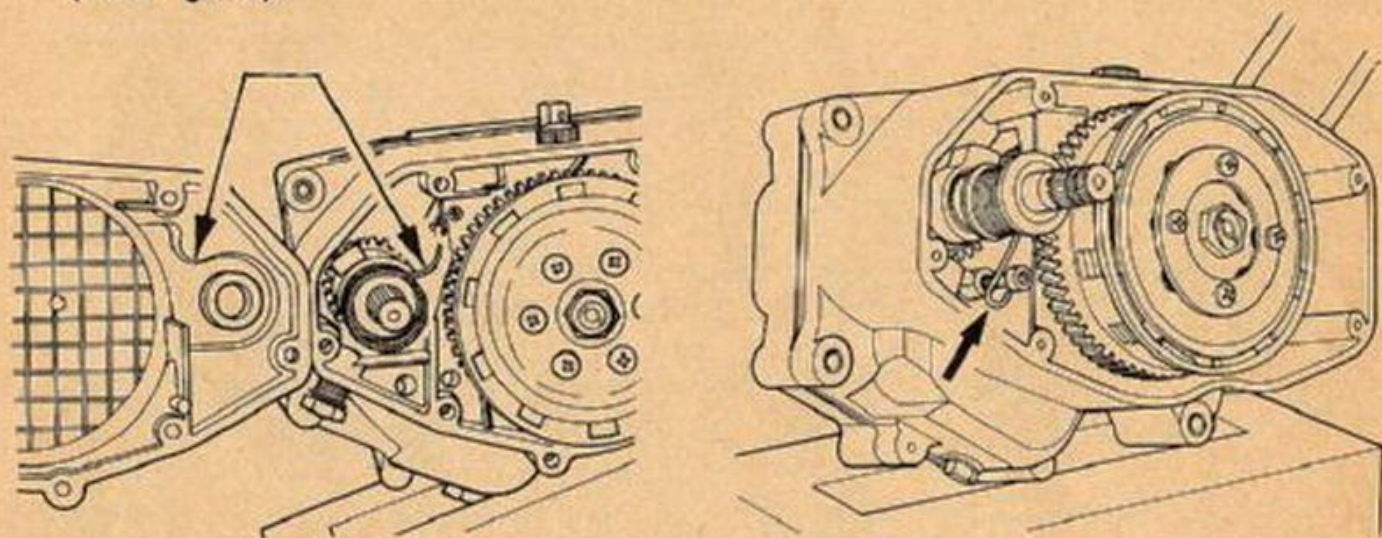

FIG. 50 Montaggio gruppo avviamento
- 18) MONTARE il gruppo avviamento curando d'innestare l'ancoraggio della molla nella relativa vite o sul mozzo del coperchio a secondo del tipo di avviamento (vedi fig. 50).